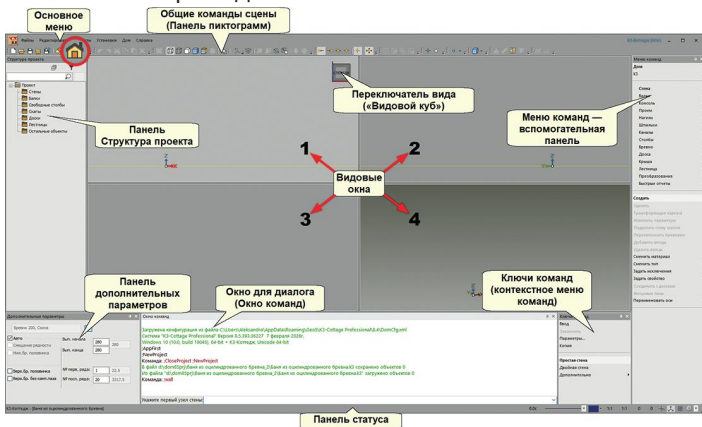
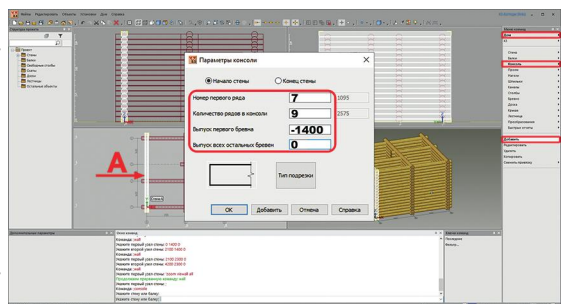

рис. 14
рис. 22
4. После выхода из карточки ваш экран будет выглядеть так, как на рис. 14. Числами отмечены номера видовых окон.
5. На панели инструментов **Общие команды сцены** (см. п. 4) нажмите на кнопку  (выделена на рис. 14).
1. На **вспомогательной панели** (см. рис. 14, стр. 9) выберите команду **Дом/Стена/Создать**. Затем щёлкните левой кнопкой мыши в **окне команд** и наберите на клавиатуре координаты первого узла стены: **0 0 0** (через пробел). Нажмите **Enter**.
1. На вспомогательной панели выберите команду **Дом/Консоль/Добавить**. Щелчком левой кнопки мыши переключитесь в видовое окно **№3** (см. рис.14, стр.9) и укажите **стену А** (на экране подсвечивается белым цветом). Заполните появившуюся карточку **Параметры консоли** так, как показано на рис.22, и нажмите кнопку **ОК**. В **стене А** появится консоль.